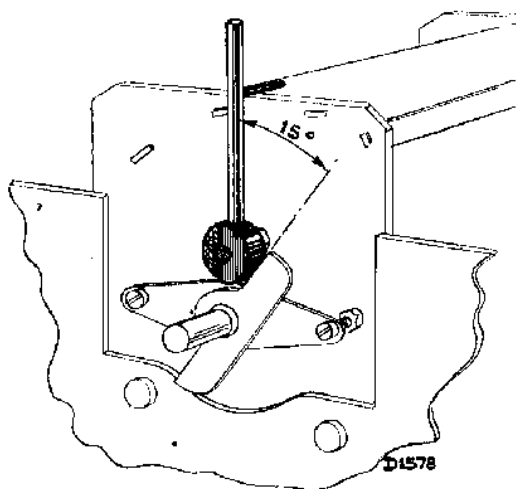

Fig. 3
2. Breng de 15° mal aan (fig. 3) en draai de afstemcondensator hier tegen aan op minimale capaciteit.